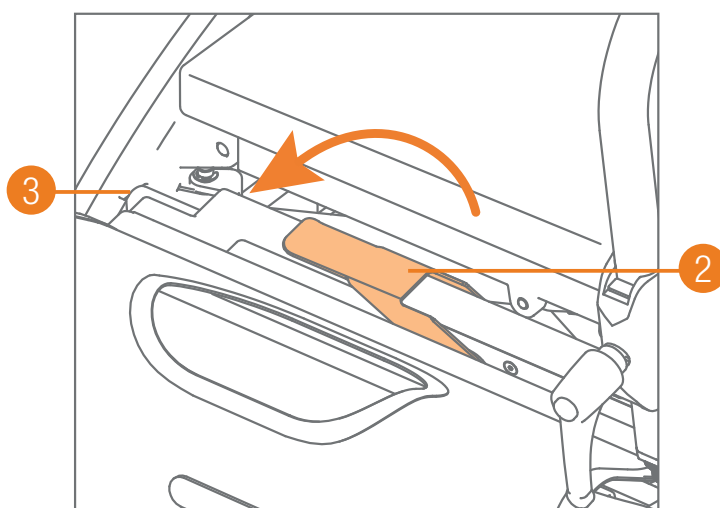

Figure 32: Verrouillage du kit chaise roulante.
- d.** Poussez le levier rouge doucement vers le bas, pour verrouiller le kit chaise roulante. Cela provoque l'extension des boulons de fixation de sorte que le kit soit correctement sécurisé (**Figure 32**). Vous pouvez maintenant marcher normalement avec votre déambulateur Rollz Motion.